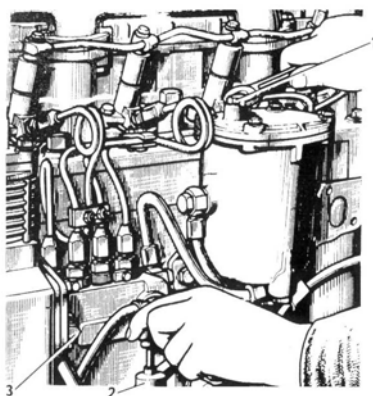

Рис. 9.11. Удаление воздуха из системы
- отвернуть пробку 3 (рис. 9.11) на корпусе топливного насоса и отвернуть на 1-2 оборота штуцер 1 на фильтре тонкой очистки топлива;
- отвернуть пробку 3 (см. рис. 9.11) на корпусе топливного насоса и отвернуть на 1-2 оборота штуцер 1 на фильтре тонкой очистки топлива;